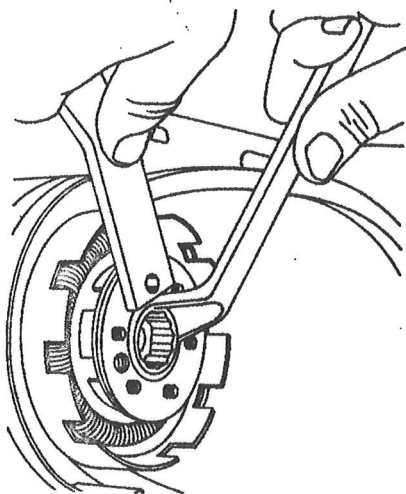

fig. 10
- borgplaatje van de centrale moer plat buigen en moer (SW 17) en plaatje verwijderen. Tijdens het losdraaien van de moer de naaf blokkeren met de tegenhouder (nr. 4 op blz. 13). Zie fig. 10